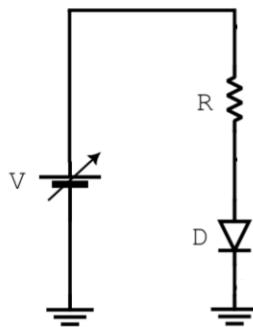

Figura 1. Circuito Fonte-Resistor-Diodo.
- 3.1.1. Para estimar a curva do  $V$  versus  $I$  do diodo, vamos utilizar o esquemático da Figura 1, com um resistor fixo, um diodo e uma fonte de tensão CC ajustável.
- 3.1.2. Monte o circuito da Figura 1, utilizando os resistores dimensionados na questão anterior e o diodo 1N4148. Varie a fonte  $V_{in}$ , com intervalos de no máximo 2V. Troque o resistor  $R$ , se necessário.